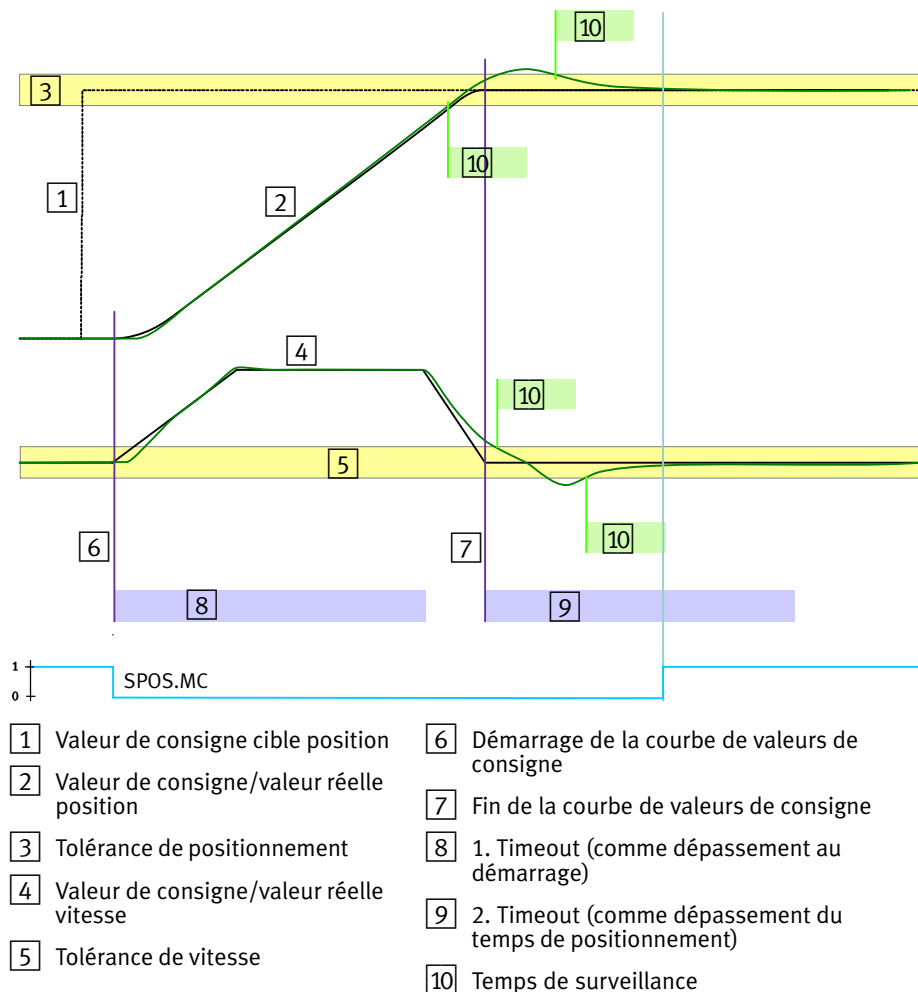

Fig. 3/4 : Motion Complete (régulation de la position)
Le signal Motion Complete (MC) indique si l'ordre lancé en dernier est terminé. Il se compose de plusieurs conditions logiques, voir Tab. 3/5 et Fig. 3/4.
Remarques concernant le temps de surveillance Fig. 3/4 :